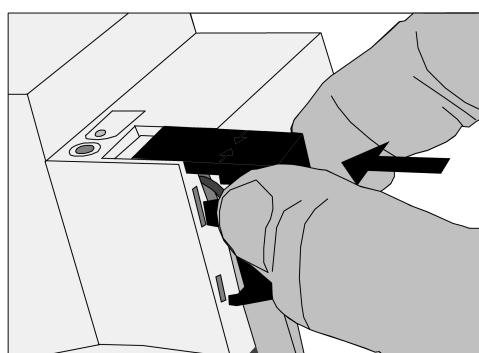

Figure 4: Mise en place du capuchon de protection
- Enfoncer le capuchon de protection sur la borne de bus, jusqu'à ce qu'il s'encliquète (voir figure 4).